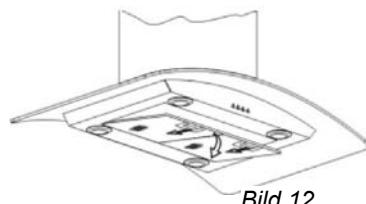

Bild. 12
- Ta ur filtren så som visas i bild 12.
1. Ta bort AI filtret, se bild 12.